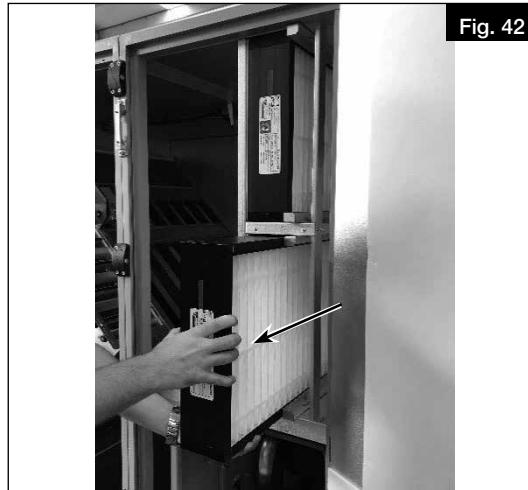

Fig. 42
3. Retirer les filtres (voir Fig. 42).